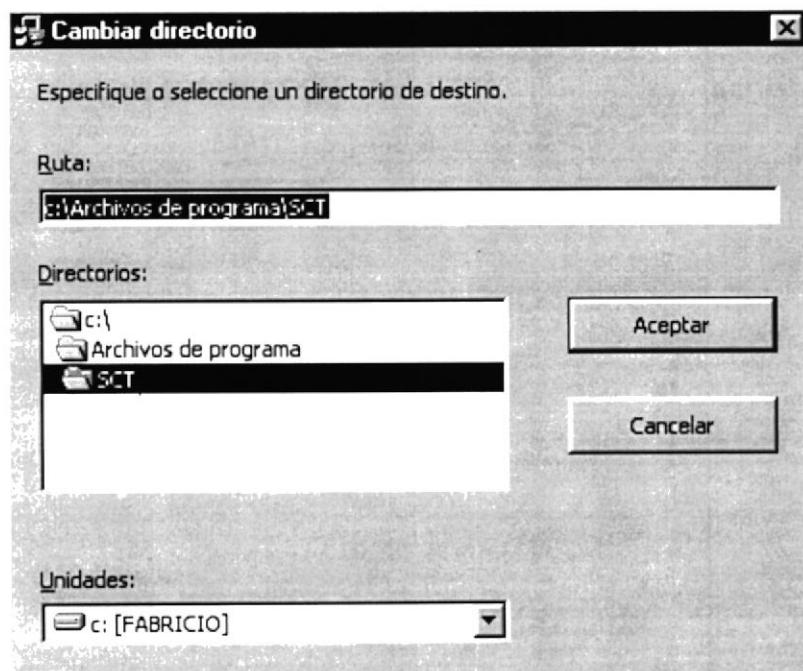

Figura 3.3 Pantalla cambio de directorio
7. Si desea cambiar la dirección donde se van a guardar los archivos el Sistema de Control de trámites dé click en el botón **Cambiar directorio**, en esta pantalla usted podrá especificar la dirección en la cual se instalará el sistema.(ver figura 3.3)